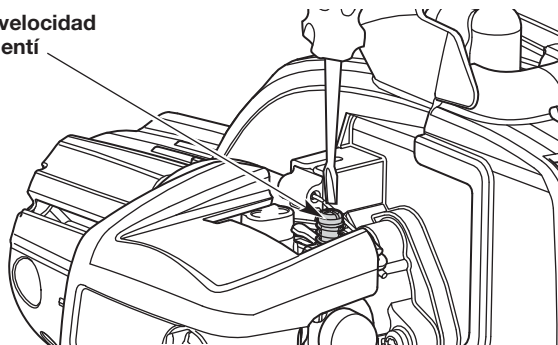

Fig. 23
- Si el motor se para, use un destornillador Phillips pequeño para girar el tornillo de velocidad de ralentí en el sentido de las agujas del reloj, 1/8 de giro cada vez (según sea necesario) hasta que el motor funciona al ralentí de manera uniforme (Fig. 23).
- Si el motor funciona al ralentí demasiado rápido, gire el tornillo de velocidad de ralentí en el sentido contrario de las agujas del reloj, 1/8 de giro a la vez (según sea necesario) para reducir la velocidad de ralentí (Fig. 23).